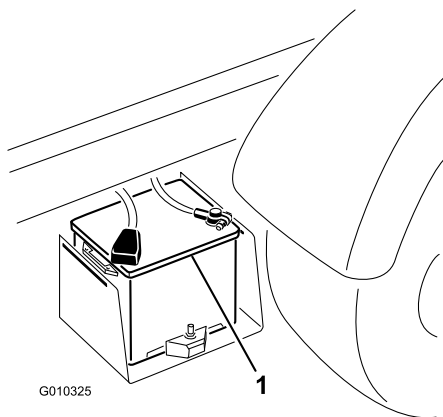

Figura 6
- Quando a bateria estiver carregada, desligue o carregador da tomada eléctrica e dos pólos da bateria (Figura 6).